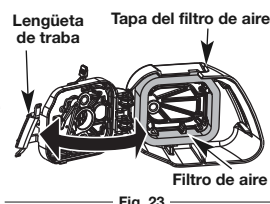

Fig. 23
1. Abra la tapa del filtro de aire. Presione la lengüeta de de traba hacia adentro y gire la tapa del filtro de aire hacia la derecha (Fig. 23).
2. Saque el filtro de aire del interior de la tapa (Fig. 23).
6. Vuelva a poner el filtro dentro de la tapa del filtro de aire (Fig. 23).
7. Cierre la tapa del filtro de aire. Gire la tapa del filtro de aire hacia la izquierda y presiónela hasta que la lengüeta de traba encaje en su lugar (Fig. 23).